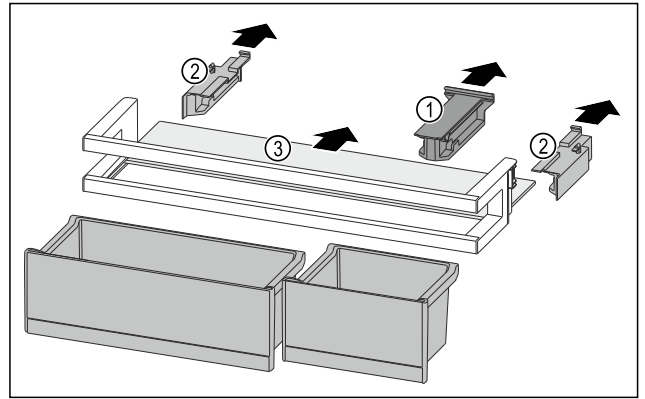

Fig. 260
- ▶ Húzza le a tartóelemet Fig. 260 (1).
- ▶ Húzza le az oldalsó részeket Fig. 260 (2).
- ▶ Vegye ki a tárolólapot Fig. 260 (3).